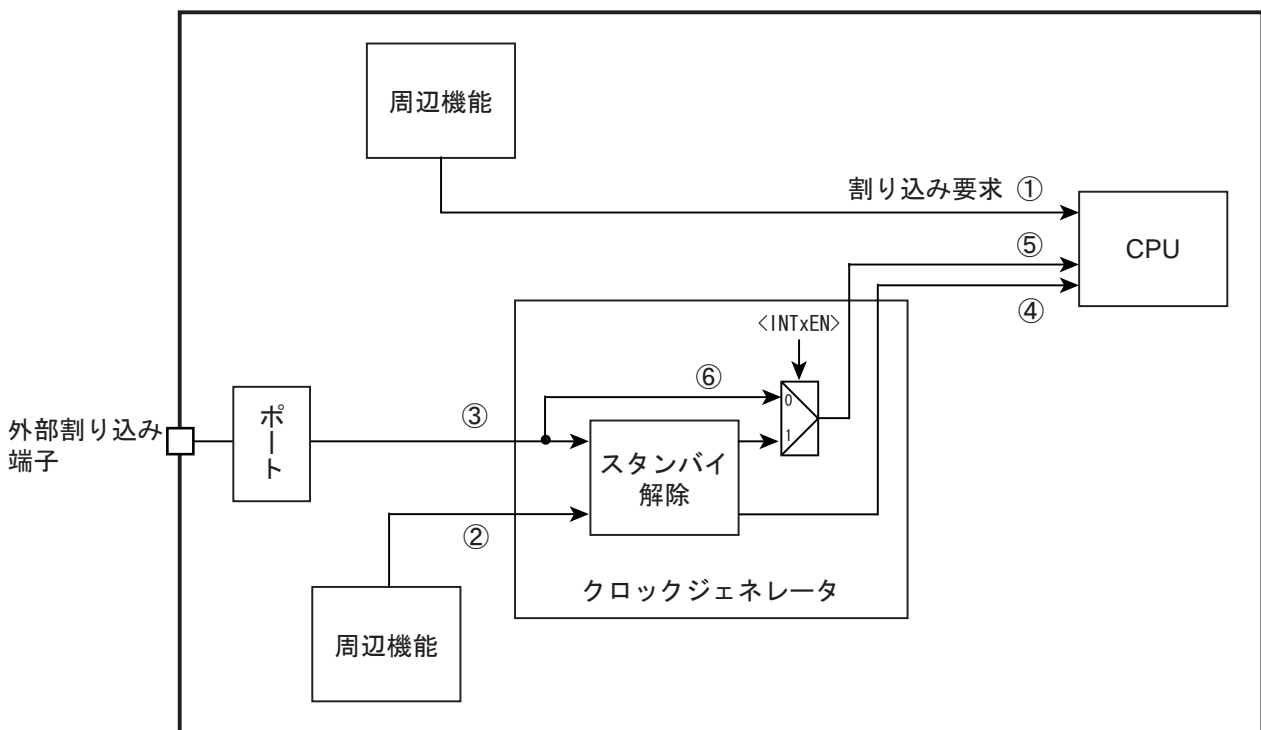

図 6-1 割り込みの経路
割り込み要求の経路を図 6-1 に示します。
外部割り込み端子からの入力信号は、入力ディセーブル(PxIE<PxIE>="0")の場合"High"となります。また、外部割り込みをスタンバイ解除要因として使用しない場合（「図 6-1 割り込みの経路」の⑥の経路）、外部割り込み端子からの入力信号がそのまま CPU に伝わります。CPU は"High"入力を割り込みとして認識しますので、入力ディセーブルのまま CPU で該当する割り込みを有効にすると割り込みが発生します。